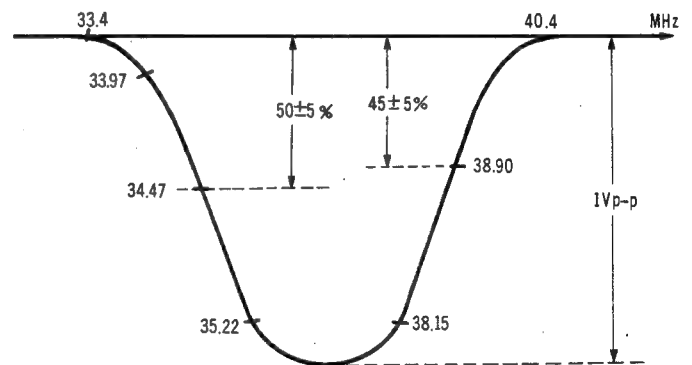

Figure 11 Abb. 11
4. Adjust T103, T104 and T105 to achieve the waveform in figure 11.
4. Abschliessend T103, T104 und T105 so einstellen, dass ein Kurvenverlauf nach Abbildung 11 erzielt wird.